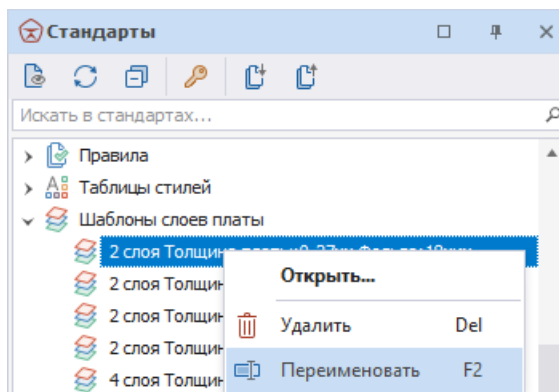

Рис. 113 Вызов функции переименования шаблона слоев платы
1. Выберите шаблон в дереве узла «Шаблоны слоев платы», вызовите контекстное меню и выберите пункт «Переименовать» (см. Рис. 113), либо воспользуйтесь горячей клавишей F2.